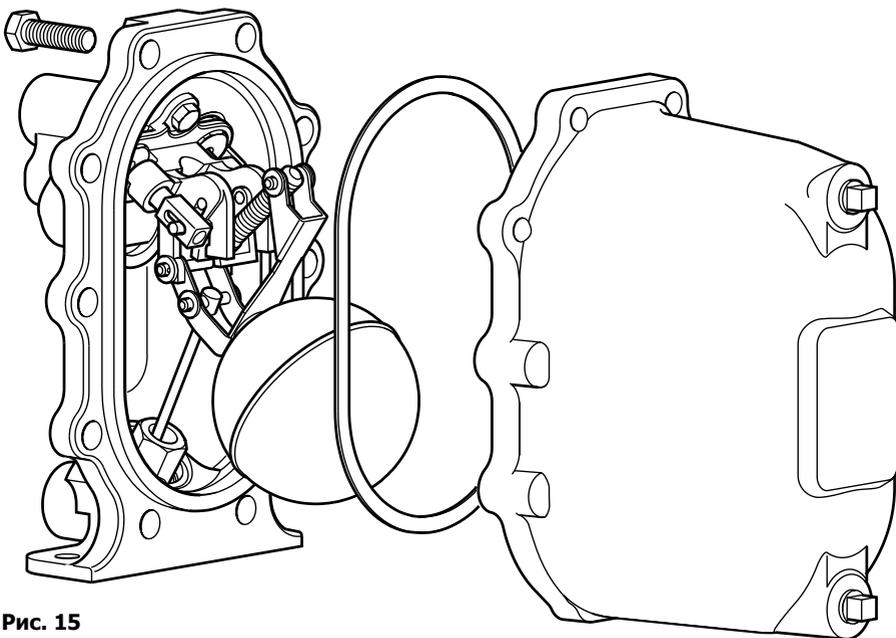

Рис. 15
1. Отсоедините от крышки все трубопроводы. Отдайте болты, используя торцевой ключ 19 мм, и затем аккуратно отодвиньте узел крышки от корпуса (минимум на 225 мм). Перенесите узел крышки на удобную рабочую поверхность и расположите, не повредив поверхность прилегающая прокладки (см. рис. 15).